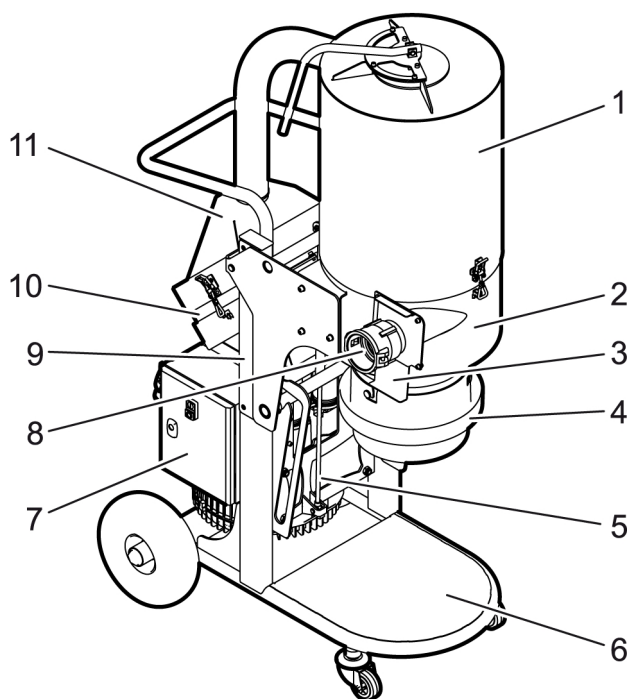
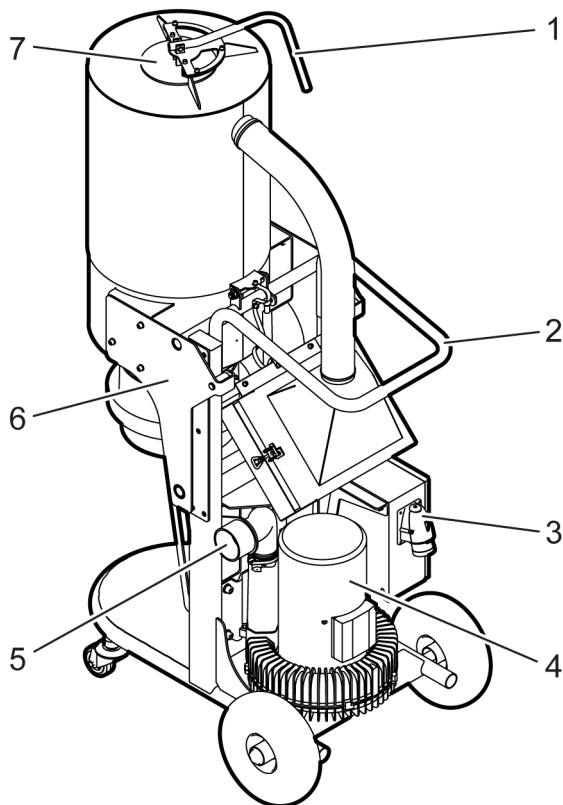

Figure 3-1. Face avant du séparateur de poussière
Figure 3-2. Face arrière du séparateur de poussière
Le VCE4000P La machine HTC GL 40 D est constitué d'un certain nombre de composants de base tels que le châssis, l'armoire électrique, etc. Voir *Figure 3-1, page 8* et *Figure 3-2, page 9*. Elle est proposée en différentes versions pour répondre aux spécificités de chaque marché. Pour une présentation des différents modèles, voir le tableau sous *Fiche technique, page 32*. La poussière aspirée aboutit dans un sac Longopac qui peut être scellé lorsque la quantité de poussière a été recueillie.
1. Branchez le flexible de ventilation avec le raccord Camlock sur la sortie prévue pour le raccordement du flexible de ventilation, voir Figure 3-2, page 9. Contactez TYROLIT Hydrostress® pour des conseils concernant les raccords ou consultez notre Catalogue.